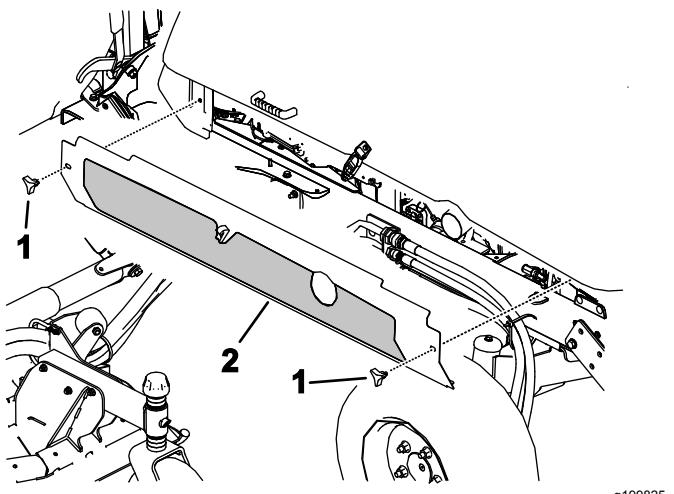

Bild 101
- Lösen Sie die Handräder und entfernen beide Seitenabdeckungen (Bild 101).
5. Montieren Sie die seitlichen Abdeckungen (Bild 101).